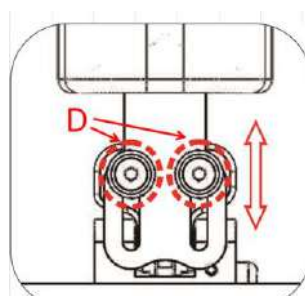

Figura 5-141
- Use una llave Allen número para aflojar los tornillos C. La almohadilla del pommel se podrá mover arriba/bajo. (Figura 5-141). Vuelva a apretar los tornillos.